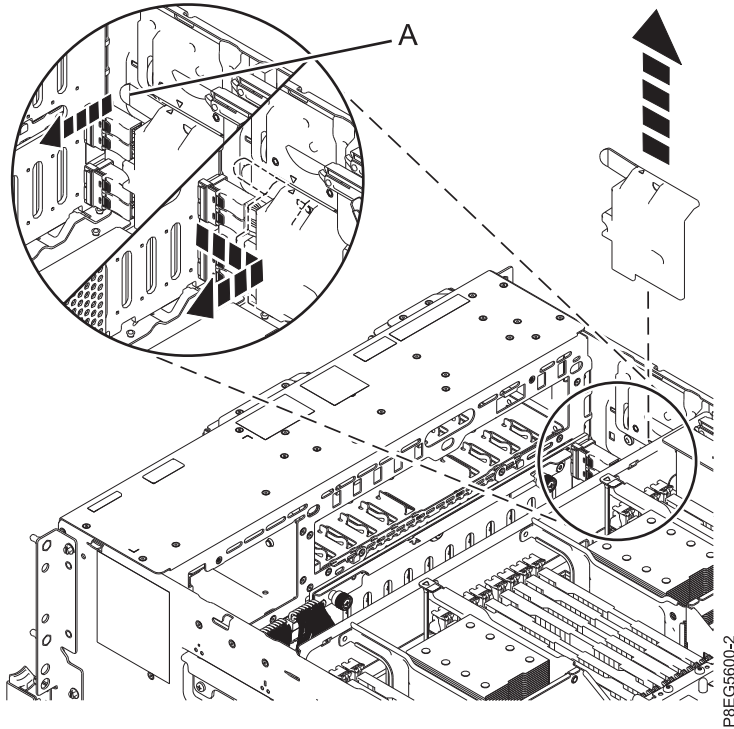

Figure 2. Retrait du cache des câbles SAS
3. Retirez le cache du câble SAS avant. Saisissez la poignée **(A)** et tirez dessus pour l'éloigner du système, puis faites glisser le cache vers l'arrière pour le retirer, comme illustré dans la figure 2, à la page 5.